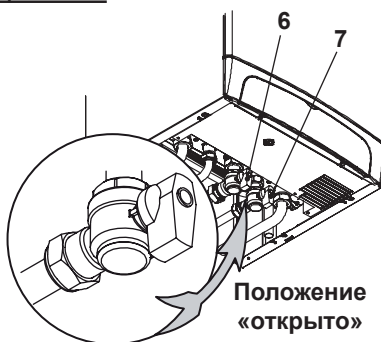

Рисунок 6.1
- Откройте кран газового счетчика и котла 6, см. Рисунок 6.1.
- Откройте кран 7, см.Рисунок 6.1.